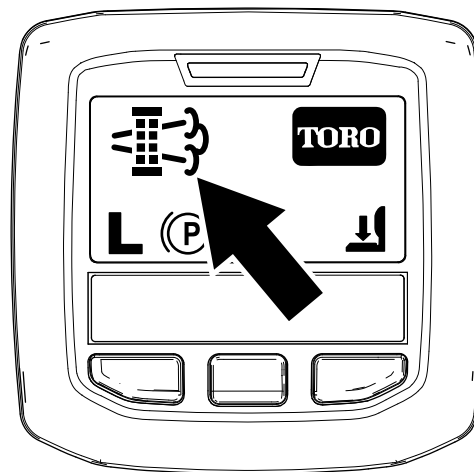

Рисунок 54
- Когда компьютер двигателя запрашивает стационарную или восстановительную регенерацию, на дисплее инфо-центра появляется значок запроса на регенерацию (Рисунок 54).